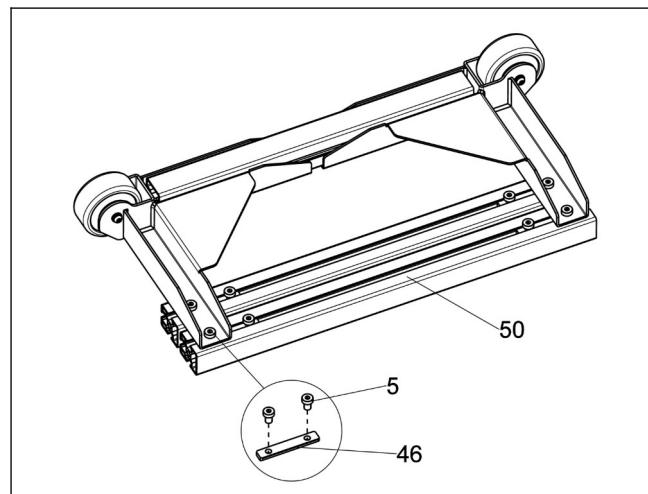

图 5
- a. 将后角架组件“A”倒置于地面，松开紧固件“5”，取下长侧轨“50”、锁紧块“46”。（见图 5）